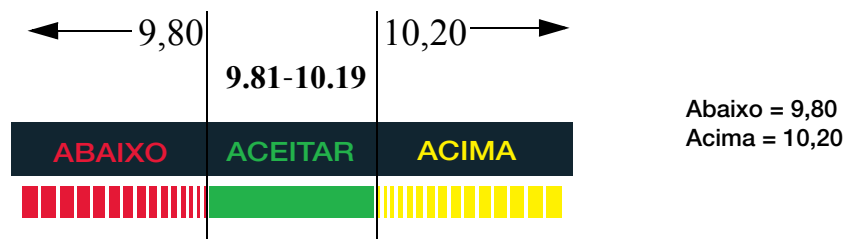

Figura 5-2. Exemplo de banda Aceitar determinada pelas definições Acima/Abaixo no modo Escala
7. A banda *Aceitar* é definida como o intervalo entre as definições *acima* e *abaixo*. Veja Figura 5-2 para um exemplo.